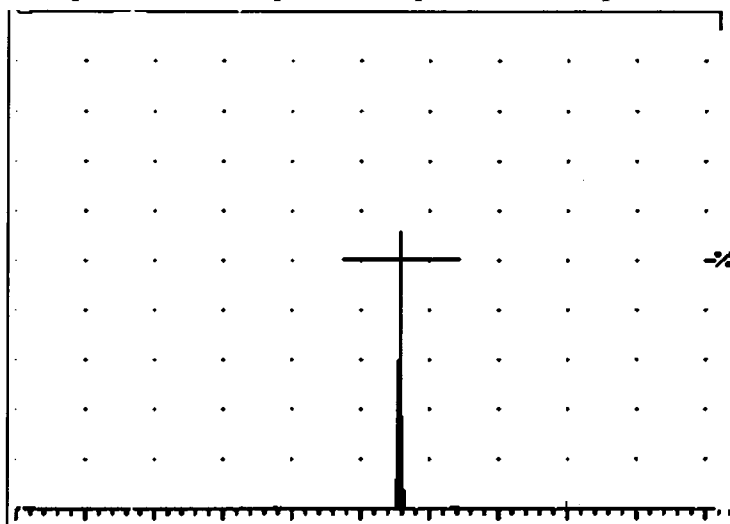

Рисунок 4
8.5.5 Установите строб так, чтобы он пересекал импульс (рисунок 4), изменяя значения в подменю **G1 Start (Пуск G1)** и **G1 Width (Ширина G1)**, и снимите показания дефектоскопа  $T_{изм0}$ .